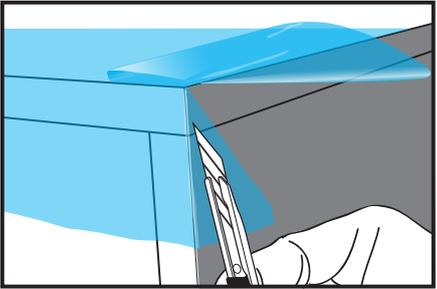

Abbildung 06
- › Schneiden Sie die überstehende Folie bis auf einen Saum von 1 mm bis 2 mm ab (Abb. 06) und verkleben Sie diese auf der angrenzenden Kante.